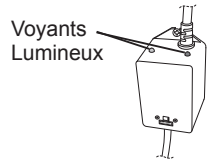

Figure 7
22. Une fois l'énergie rétablie, vous pouvez inspecter le ballast (12), Figure 7, afin de vérifier que le Système CLEARRAY fonctionne. Un voyant vert stable indique que le Système CLEARRAY est alimenté et doit toujours être allumé. Un voyant rouge stable indique que la lampe UV est activée.